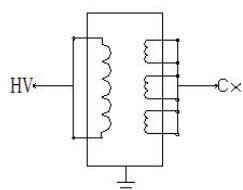

图 6-5 CT 接法
- (1)：正接法、电压为 10KV、一次侧对二次侧、接线见图 6-5